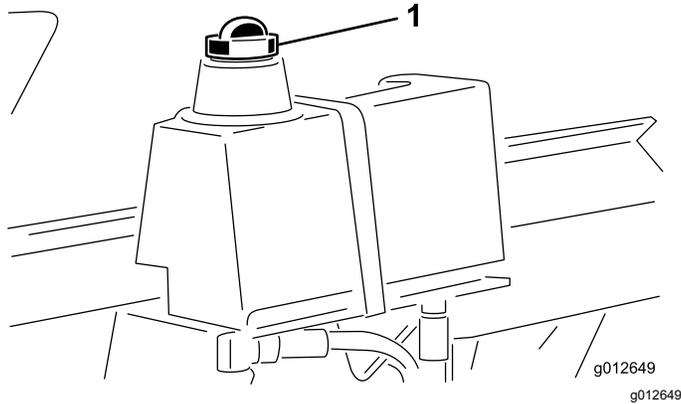

图 27
2. 从液压油箱底部取出排油塞让液压油流入放油盘图 27。液压油停止排出时装回并紧固接头。